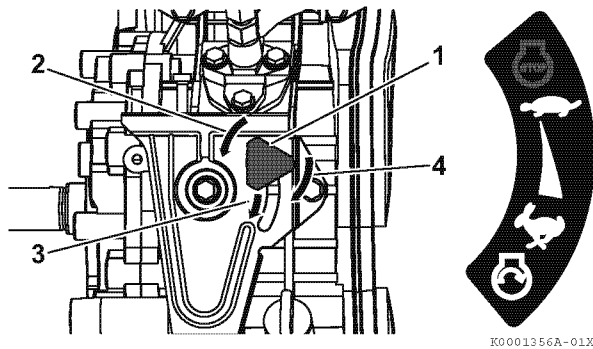

Abbildung 5
3. Falls die Motordrehzahlregelung **Abbildung 5** ähnelt:
- 1- Knauf für die Motordrehzahlregelung (1, **Abbildung 5**) nach links (2, **Abbildung 5**) drehen.
- 2- Knauf für die Motordrehzahlregelung in die Position START (3, **Abbildung 5**) drehen.
- 3- Knauf für die Motordrehzahlregelung nach rechts (4, **Abbildung 5**) drehen, um ihn festzuziehen.